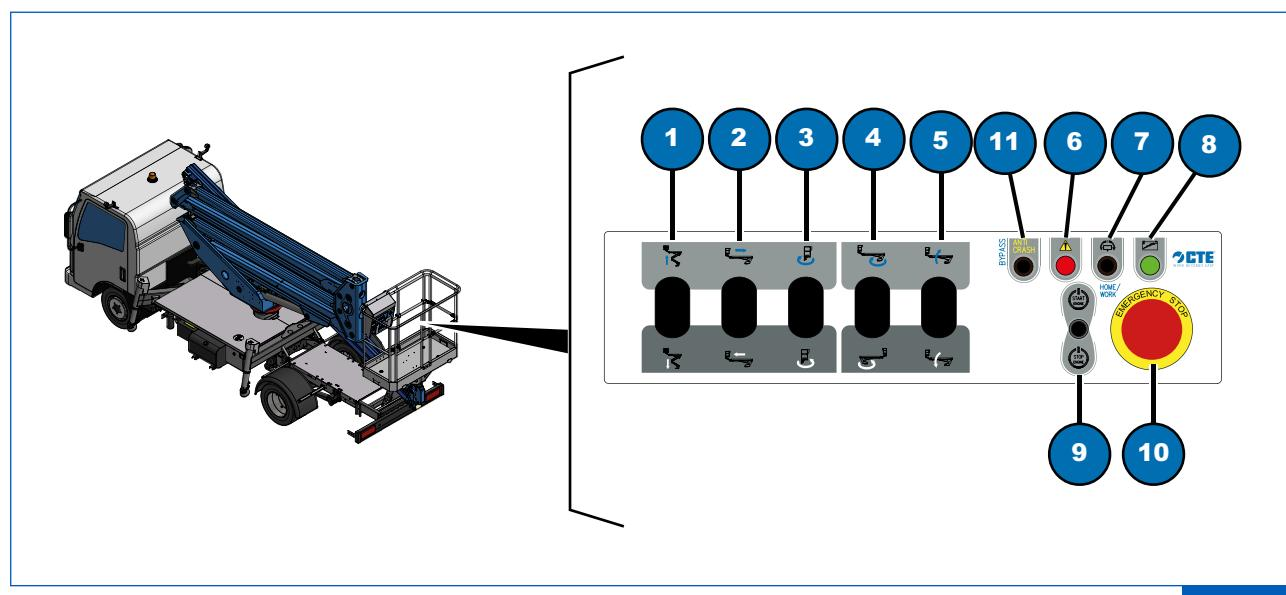

Fig. 6.4
- 7) verificare sul quadro comandi piattaforma di lavoro l'avvenuta accensione della spia presenza tensione (Fig. 6.4, 8);
- 3) effettuare la movimentazione del braccio tenendo premuto il selettori di comando (Fig. 6.4, 1, 2, 3, 4 o 5) nella posizione desiderata;
- 1) Premere e tener premuto il pulsante luminoso comando centraggio automatico cesta/torretta/ home/work (Fig. 6.4, 7).
Se si desidera spegnere il motore al raggiungimento della posizione, tenere premuto il selettori (Fig. 6.4, 9) verso il basso.
Per riavviare tenere premuto il selettori (Fig. 6.4, 9) verso l'alto.